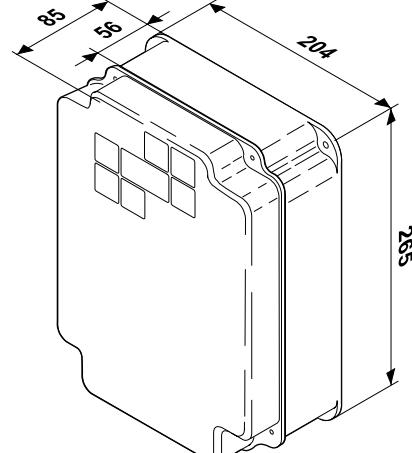
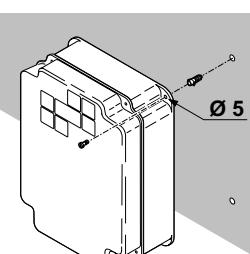
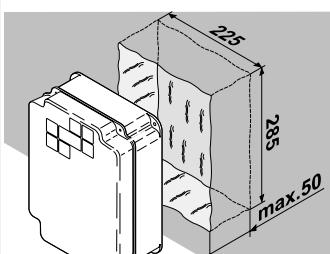

Fig. 10
Fig. 11
Fig. 12
- 14) Instale el contenedor del equipo electrónico en la posición deseada, considerando las medidas indicadas en la fig. 10. Puede fijarse en la pared (fig. 11) o bien empotrase (fig. 12).